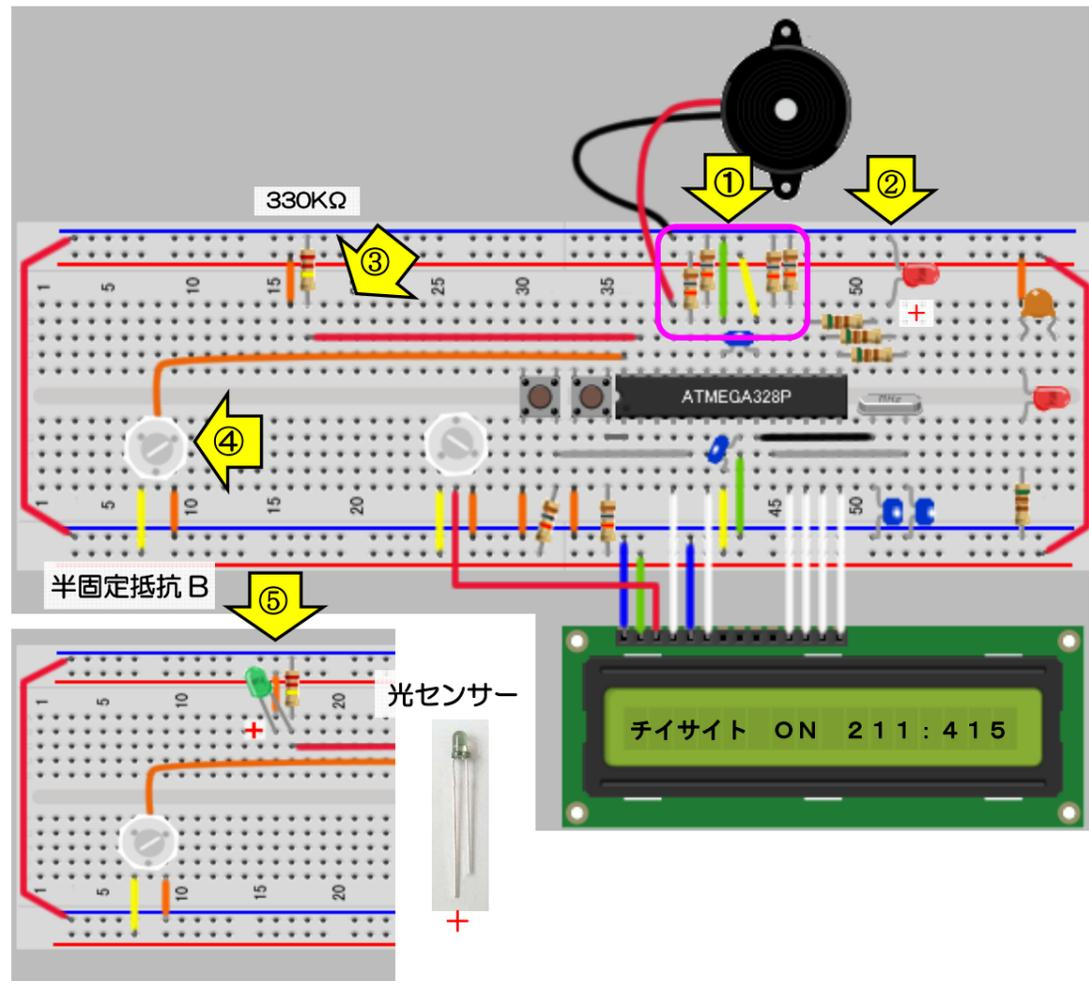

図12
- 図12-①, 抵抗器10KΩ4個の配置を図のように変えます。
- 図12-②, LEDを接続します。
- 図12-③, 抵抗器330KΩとジャンパ線を配線します。
- 図12-④, 半固定抵抗器を接続します。
- 図12-⑤, 光センサーを接続します。+はリード線の長い方です。
- (1) スタートボタンを押しながら, 電源スイッチをONにします。
- (2) チイサイト ON ジュンピ と表示されたら, スタートボタンをはなします。
- (3) チイサイト ON 数値: 数値 と表示されます。(図12)
- (4) 半固定抵抗器Bを回すと左側の数値が000~511まで変化します。